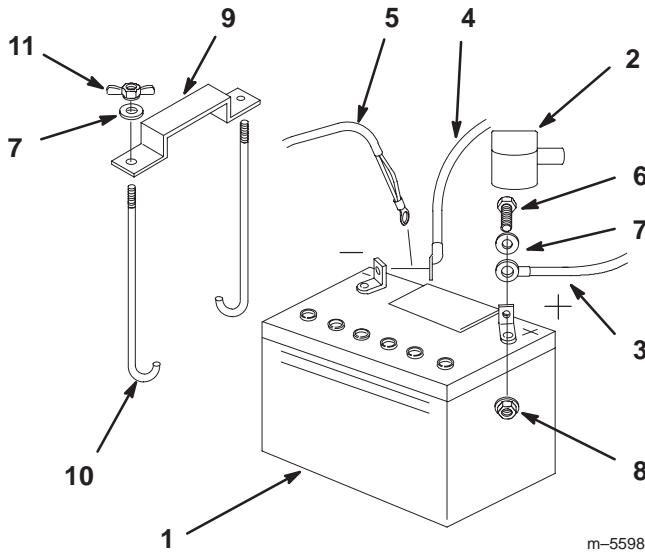

Figure 63
1. Placez la batterie dans son support en tournant les bornes vers le moteur (Fig. 63).
4. Fixez les câbles à l'aide de 2 boulons (1/4 x 3/4"), 2 rondelles (1/4") et 2 contre-écrous (1/4") (Fig. 63).
6. Fixez la batterie en position avec des boulons en J, une barrette de maintien et 2 rondelles (1/4"), ainsi que 2 écrous papillons (1/4") (Fig. 63).
3. Débranchez d'abord le câble négatif et le câble de masse de la borne négative (-) de la batterie (Fig. 63).
4. Ôtez le capuchon rouge de la borne positive (rouge) de la batterie. Retirez ensuite le câble positif (rouge) de la batterie (Fig. 63).
5. Retirez les deux écrous papillons (1/4") de fixation de la barrette de maintien de la batterie (Fig. 63).